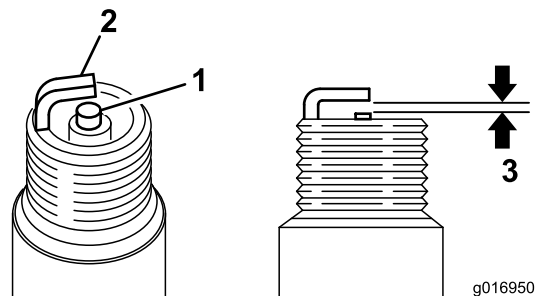

Рисунок 35
3. Зазор должен составлять 0,6–0,7 мм (Рисунок 35). Установите свечу зажигания с надлежащим зазором и затяните моментом 23 Н•м.